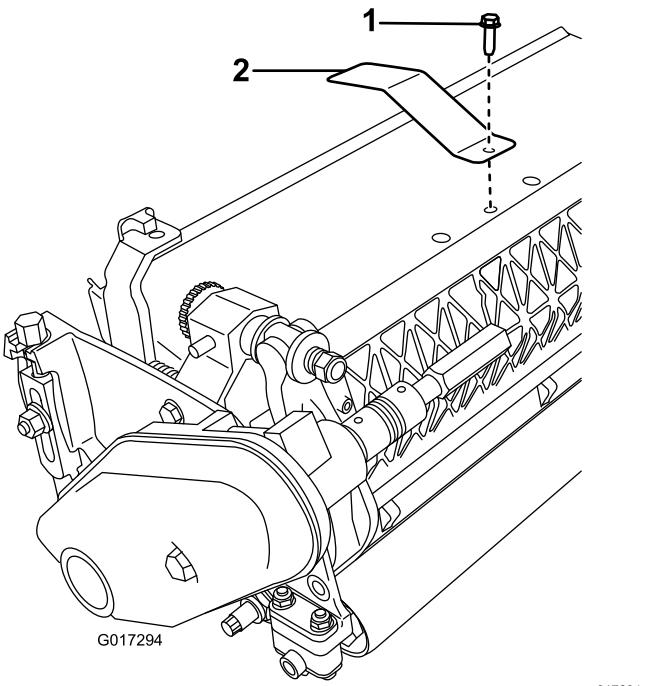

Рисунок 3
- Снимите средний болт щитка-отражателя травы (Рисунок 3).
- Установите отражательную пластину на верхнюю поверхность режущего блока, используя ранее снятый болт (Рисунок 3).